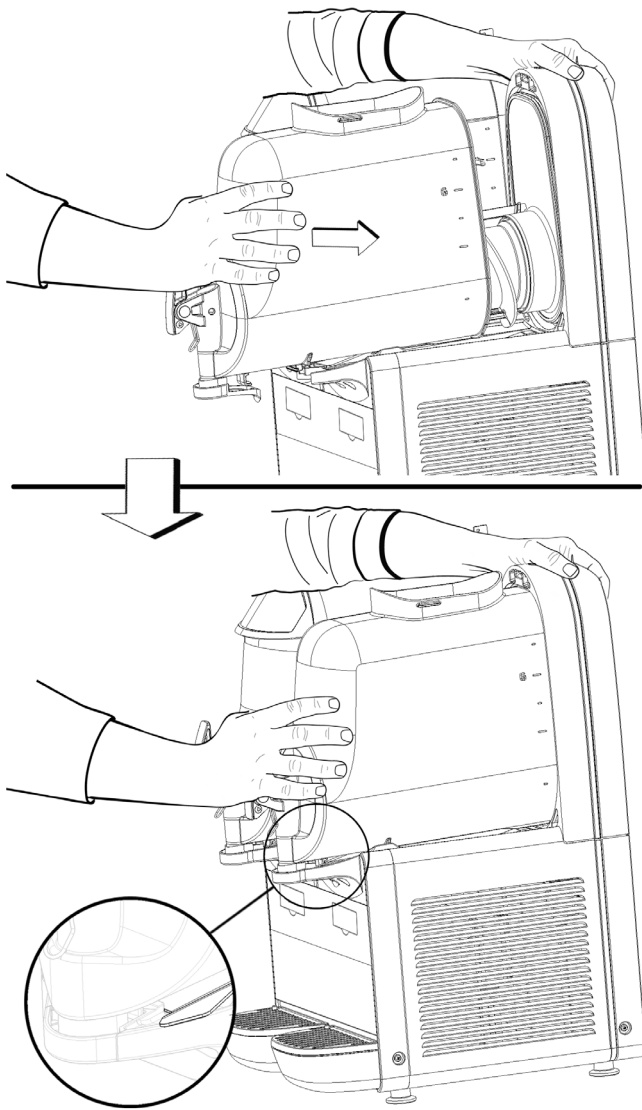

**Bild 22**
- 5** Den Sechskantanschluss und dann den Rührarm wieder einbauen (Bild 22).